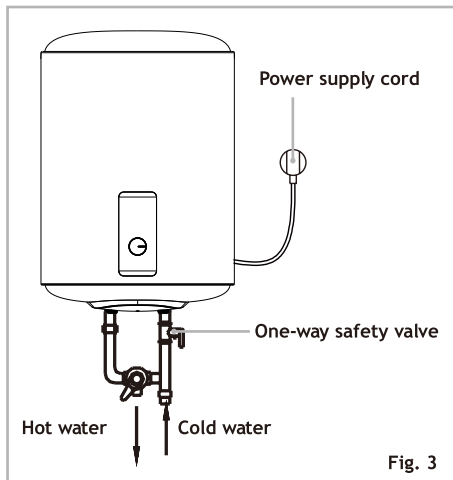

Fig. 3
4. Jednokierunkowy zawór bezpieczeństwa montowany pionowo, dołączony do maszyny, musi (rys.3) być zainstalowany na wlocie zimnej wody do maszyny (patrz rys.3).